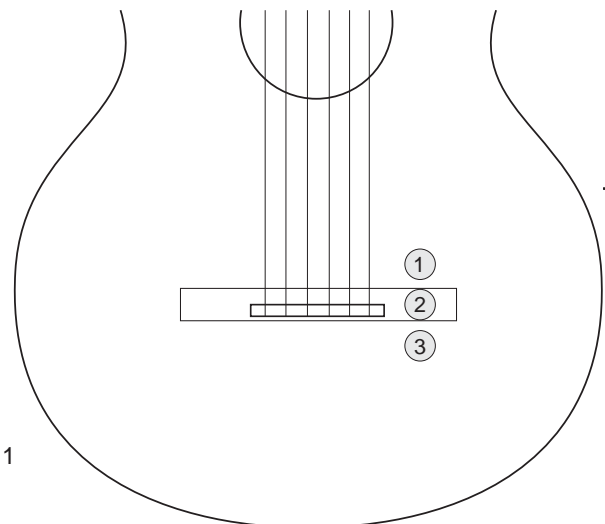

Abb. 1
6. Platzieren Sie den Tonabnehmer unterhalb des Steges zwischen der zweiten und dritten Saite (H2 + G3). Beachten Sie hierzu die empfohlene Position in Abb. 1.